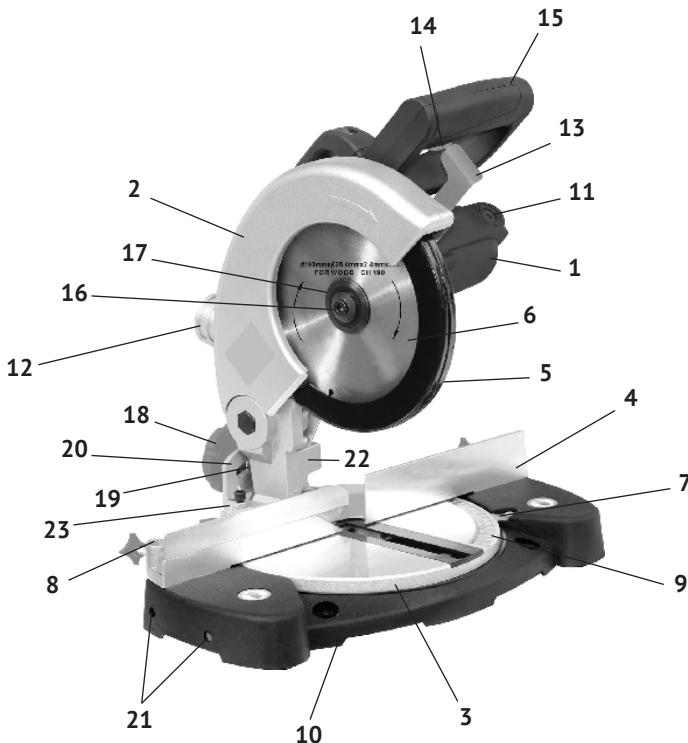

рис. 1
1.1.2 Основным несущим узлом режущего блока пилы является металлический корпус головки режущей, с закреплённом на нём верхним защитным кожухом диска (рис.1 поз.2). С противоположной стороны к корпусу крепится пластиковый корпус двигателя (рис.1 поз.1) с рукояткой (рис.1 поз.15). Вертикальное перемещение режущего блока для реза обеспечивает ось, закреплённая в суппорте головки режущей (рис.1 поз.22). Возвратная пружина возвращает режущий блок в исходное (верхнее) положение. Наклон суппорта влево от вертикального положения обеспечивает ось опоры наклонно-поворотного механизма (рис.1 поз.23). Заготовка на рабочем столе может быть повёрнута в любую сторону на угол от 0 до 45° за счёт поворотного основания. На основной рукоятке пилы расположены: рычаг блокировки защитного кожуха и клавиша выключателя. Конструкция пилы позволяет осуществлять: распиловку материала под заданным углом (косой рез) относительно задней кромки заготовки в обе стороны и под выставленным углом (до 45°), относительно вертикальной оси влево (наклонный рез). На шпиндель пилы, крепится пильный диск. Диск является основным рабочим инструментом для резки выбранных материалов.
На неподвижном защитном кожухе пильного диска (рис.1 поз.2) стрелкой указано направление вращения шпинделя.
1.1.7 Металлическая станина (рис.1 поз.10) пилы устанавливается на ровную горизонтальную поверхность. Для крепления пилы на верстаке (рабочем столе) в ножках станины имеются 4-е крепёжных отверстия. При пиления длинных заготовок в боковые отверстия (рис.1 поз.21) станины крепятся две дополнительные опоры. Распиливаемая заготовка плотно прижимается к параллельному упору (рис.1 поз.4) и крепится к рабочему столу струбциной.
Для отвода стружки в комплект поставки входит пылесборник (рис.1 поз.12), который крепится к патрубку неподвижного кожуха. К патрубку можно подключить промышленный пылесос.
- разблокировать подвижный защитный кожух рычагом (рис.1 поз.13);
- включение пилы осуществляется нажатием на клавишу выключателя (рис.1 поз.14);
- следите за правильной установкой направления вращения диска - при установке необходимо, что бы стрелка направления вращения на диске соответствовала направлению, указанному на неподвижном кожухе (рис.1 поз.2) пилы;
- разблокируйте подвижный защитный кожух, нажав на рычаг блокировки (рис.1 поз.13). Затем, поднимая вверх подвижный защитный кожух, зафиксируйте его в верхнем положении.
- ключом (ходит в комплект поставки) открутите фиксирующий болт (рис.1 поз.16) пильного диска, снимите зажимной фланец (рис.1 поз.17) и пильный диск (рис.1 поз.6);
- для установки угла поворота ослабьте установочный винт в основании станины, установите необходимый угол распила, повернув поворотное основание (рис.1 поз.3) в нужную сторону, совместив выбранный угол шкалы (рис.1 поз.9) со стрелкой (рис.1 поз.7) и затяните установочный винт.
- для установки угла наклона необходимо ослабить фиксирующую рукоятку (рис.1 поз.18), установить необходимый угол распила стрелкой (рис.1 поз.19) по шкале (рис.1 поз.20) и надёжно затянуть фиксирующую рукоятку.
- во время работы для эффективного отвода пыли из зоны пиления подключите пылесос или установите штатный пылесборник на патрубок (рис.1 поз.12).
- для замены щёток необходимо открутить крышки щёткодержателей (рис.1 поз.11) на корпусе двигателя (рис.1 поз.1), вынуть использованные щётки из щёткодержателей, заменить их новыми и закрутить крышки щёткодержателей. Щётки следует заменять парой для обеспечения равной степени их давления на коллектор якоря;